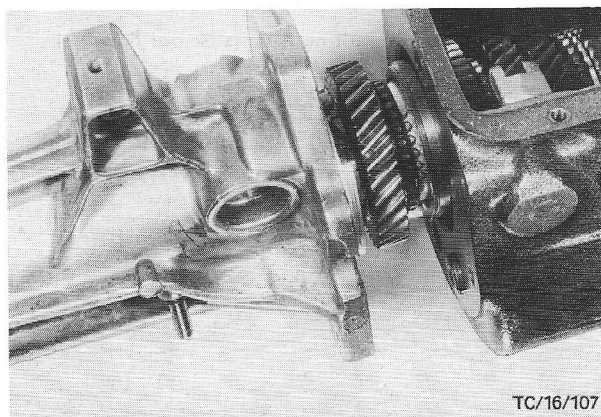

Fig.48 Compleet staartstuk verwijderen.
13. Neem het staartstuk, compleet met de hoofdasgroep uit het huis (fig.48). Hiervoor moet de schakelmof voor 3e/4e versnelling een weinig naar voren worden verschoven, om voldoende ruimte te krijgen tussen de schakelmof en de torentandwielgroep. Verwijder het naaldlager uit het prise-astandwiel en de synchroniseerring voor de 4e versnelling.